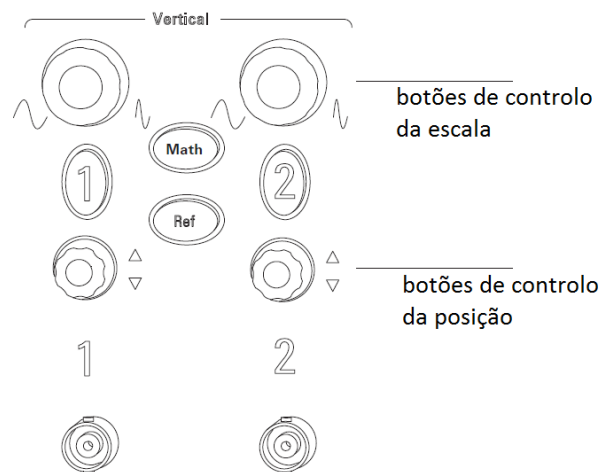

Figura 3: Controlos verticais.
1. Comando de posição vertical (ver figura 3): depois de voltar a ligar o sinal anteriormente seleccionado ao canal 1, use o comando que se situa imediatamente acima da entrada do canal 1 (comando de posição vertical) para deslocar o sinal verticalmente, para cima e para baixo. Note que este procedimento apenas desvia o sinal não afetando a sua forma.